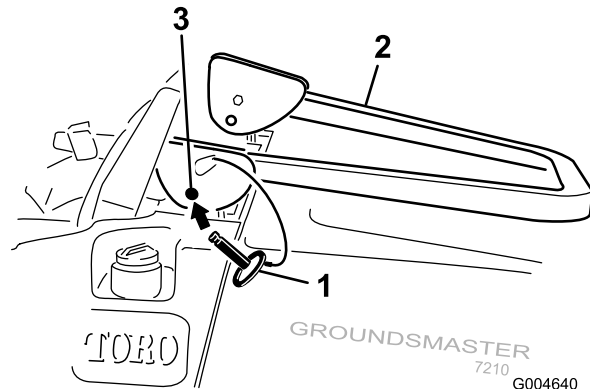

Figure 14
2. Descendez l'arceau de sécurité à la position abaissée (Figure 14).